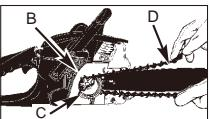

Fig. 4B
- La kjeden gå rundt tannhjulet (B) bak koblingen (C). Sørg for at linkene passer mellom tannhjulene (Fig. 4B).
- Før drivverkslinkene inn i sporet (D) og rundt enden av skinnen (Fig. 4B).